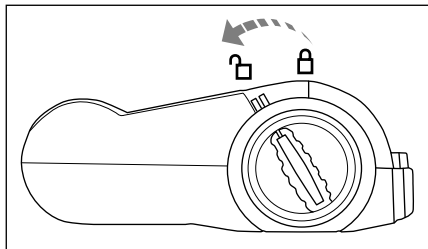

Fig. 7
- 2) Para desencastrar el rodillo de cepillos **18**, gire el desencastre del rodillo de cepillos **17** hacia el símbolo  (abrir) (fig. 7).